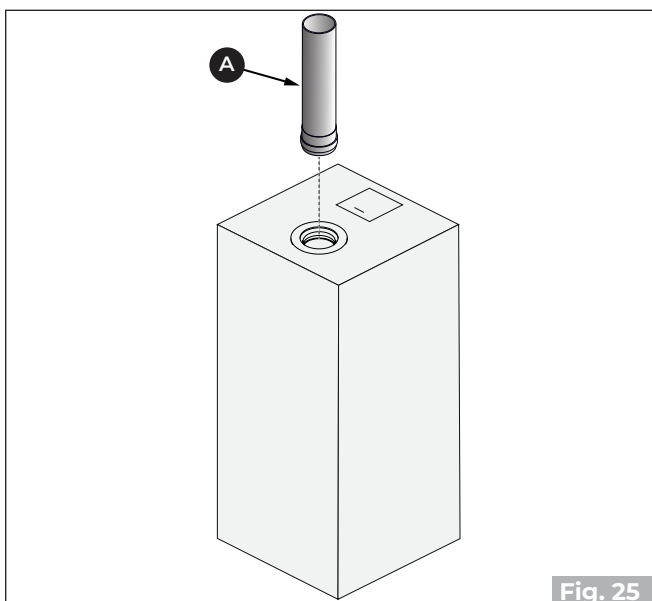

Fig. 25
- Schließen Sie das Rauchabzugsrohr (A) (Fig. 25)